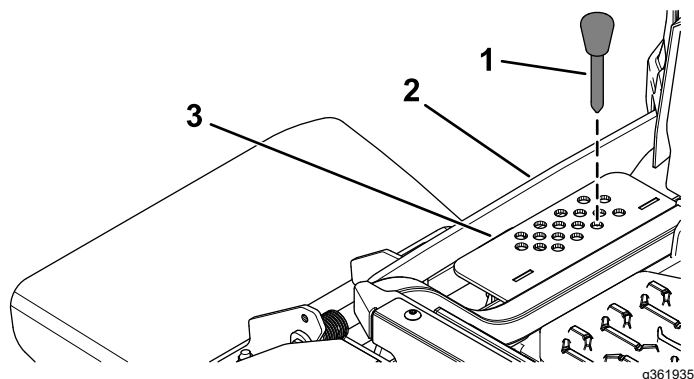

Рисунок 31
2. Выберите отверстие в кронштейне высоты скашивания, соответствующее требуемой высоте скашивания, и вставьте штифт (Рисунок 31).
- Нажмите вниз на переключатель подъема деки так, чтобы рычажный механизм высоты скашивания слегка касался штифта высоты скашивания (**Рисунок 31**).